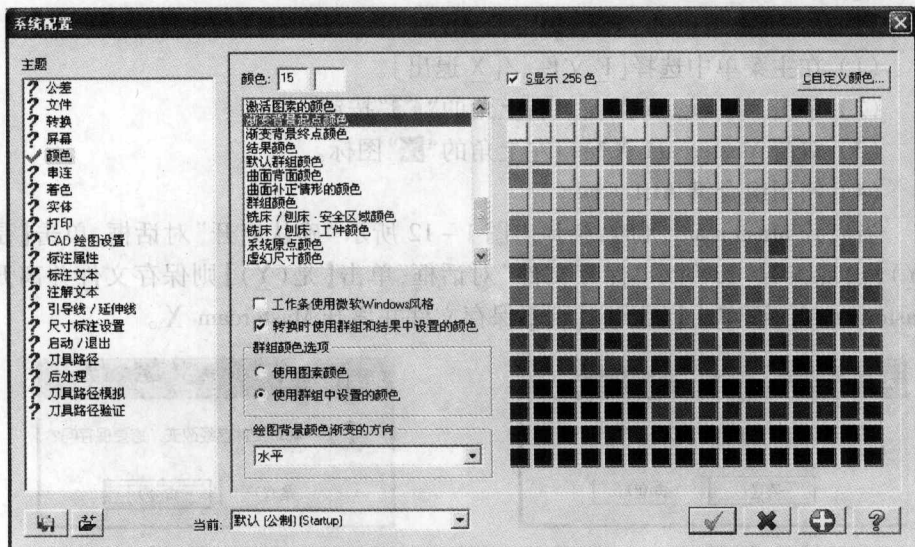
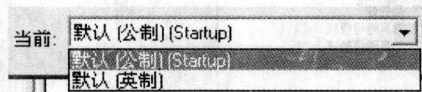

图 1-9 “系统颜色设置”对话框
图 1-11 “公英制选择”对话框
(2) 单击对话框中的【颜色】,出现如图 1-9 所示右侧对话框,选中右侧对
单击图 1-9 中【当前:默认(公制)(Startup)】右侧的向下箭头,出现如图 1-11 所示对话框,在该对话框中选择相应的公、英制制式即可。
单击图 1-9 中的【公差】、【文件】、【转换】、【屏幕】、【着色】等按钮,可以进行各相关参数的设定。
关于系统参数的设定,还有很多内容,读者可针对图 1-9 所示界面逐一进行设定并比较设定这些参数前后的区别。